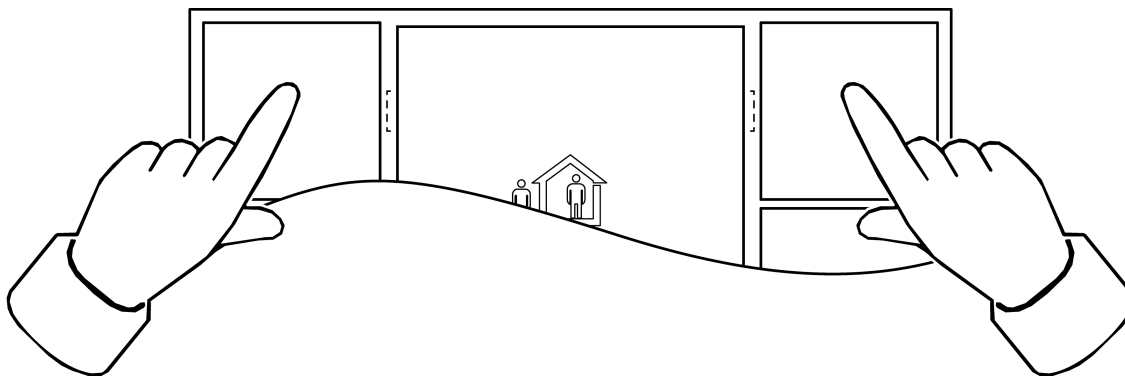

Рисунок 1: Открыть меню или выйти из меню
- Перейти в меню: одновременно нажать обе самые верхние кнопки (рисунок 1).